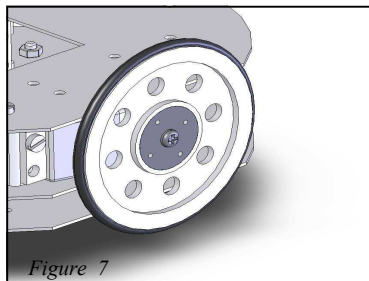

Figure 7
Étape 2 : Placer le **patin (3)** autocollant sous le robot, il permettra un équilibre lors du déplacement. Voir la figure 7.